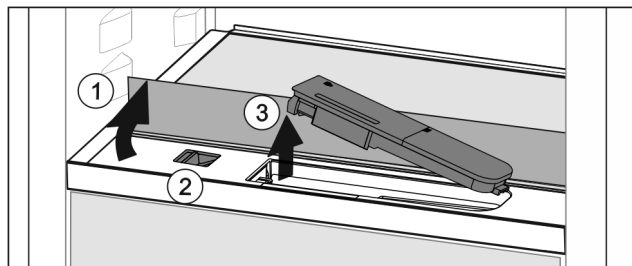

Fig. 148
- ▶ 抬起玻璃隔板，将其向后翻转至止挡 Fig. 148 (1)。
- ▶ 向左推滑块 Fig. 148 (2)。
- ▶ 取出水箱 Fig. 148 (3)。